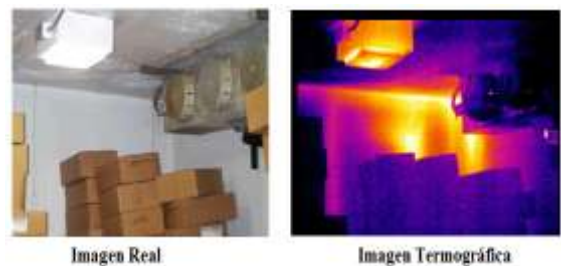

Figura 8. Termografía de un Cuarto Frío [9]
- Instalaciones de climatización. En la Figura 8 se muestra un cuarto frío con su respectivo Termograma.